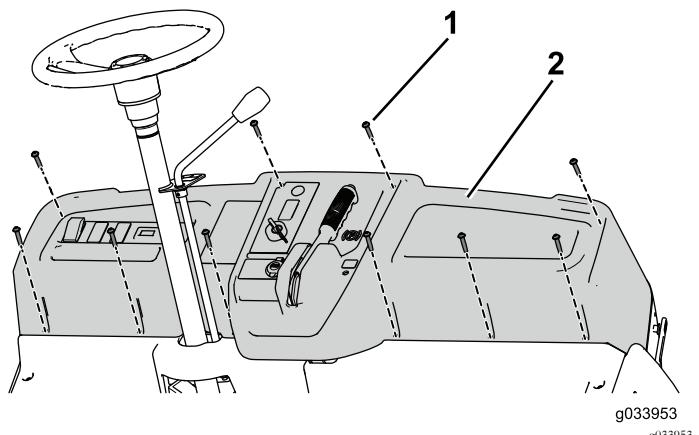

图12
6. 拧下并保留 10 个螺丝  $1/4 \times 1-1/4$  英寸部分卸下仪表板然后断开手刹、油门和换档拉索图12。